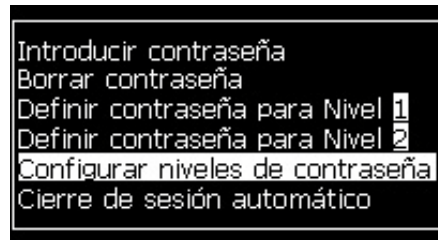
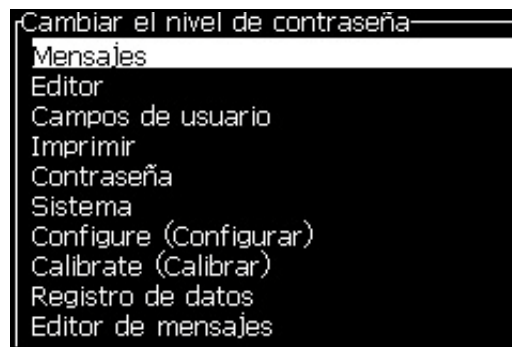
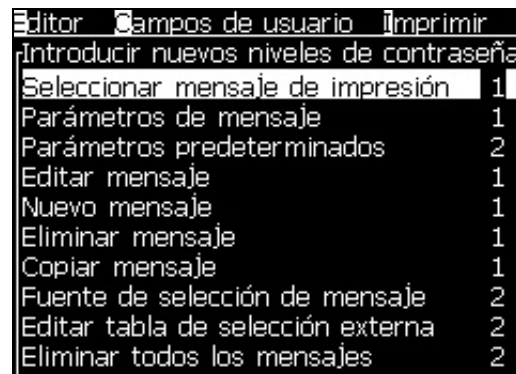

Figura 4-8: Configurar niveles de contraseña
Figura 4-9: Cambiar el nivel de contraseña
Figura 4-10: Introducir nuevos niveles de contraseña
- 1 Pulse **Alt + w** y seleccione *Configurar niveles de contraseña* (consulte Figura 4-8) para abrir la pantalla *Cambiar niveles de contraseña* (consulte Figura 4-9).
- 2 Seleccione el menú (consulte Figura 4-9) que necesita un cambio en el acceso de nivel de contraseña y pulse la tecla *Intro*. Aparecerá la pantalla *Introducir nuevo nivel de contraseña* (consulte Figura 4-10 en la página 4-5).